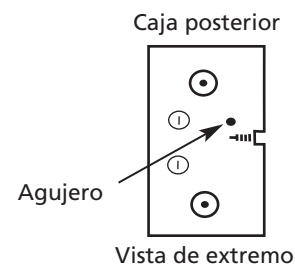

Figura 5
5. Con cuatro (4) tornillos para madera o tornillos para paredes de yeso (suministrados en el campo) o cuatro (4) clavos (suministrados en el campo), fije la caja posterior en los postes (consulte la Figura 2B). Si los postes de pared están separados más de 40 cm (16 pulg.) entre sí de centro a centro, utilice sólo 2 sujetadores y en el lado opuesto de la caja posterior instale un tornillo de 1 pulg. para hoja metálica (suministrado) a través del agujero en la tapa extrema. Esto hará que la caja posterior quede firmemente topada y apretada contra la pared de yeso cuando se instale la rejilla (consulte la Figura 5).